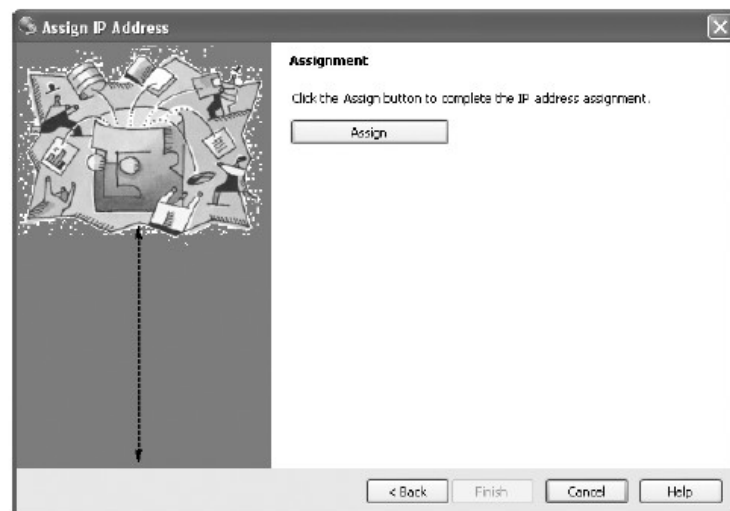

Рисунок 7-6: Окно Assignment
9. В окне **Assignment** (Назначение), см. рисунок 7-6, нажмите **Assign** (Назначить) для запуска процесса.